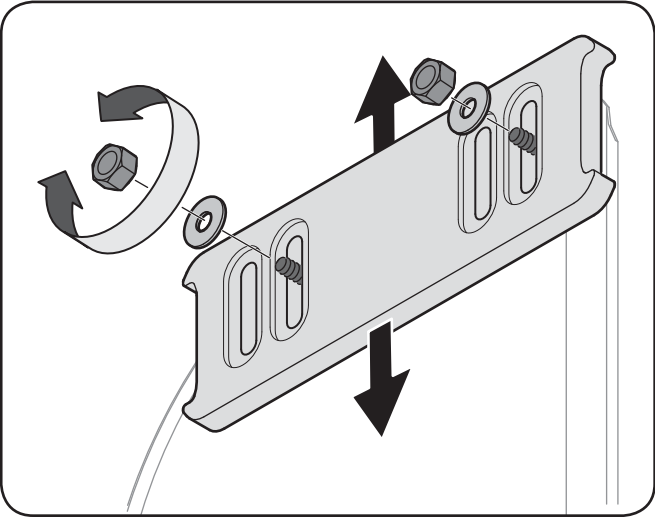
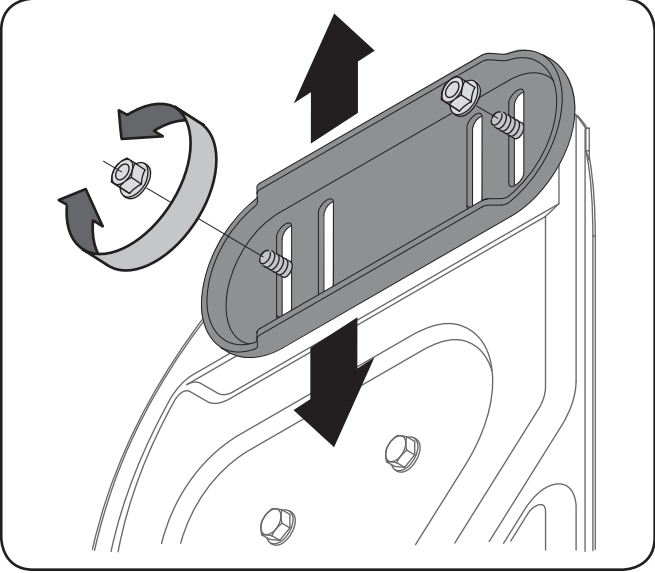

Figure 3-14
Figure 3-15
1. Ajustez les patins en desserrant les quatre contre-écrous à embase (deux de chaque côté) et les boulons ordinaires. Placez les patins à la position voulue. Voir les Figure 3-14 et Figure 3-15).